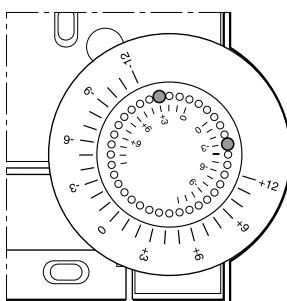

Abb. 6: Verstellbereich begrenzen
- ▶ Versetzen Sie die zwei kleinen Stifte in den Löchern des Stellrads, um den Verstellbereich zu begrenzen (siehe Abb. 6). Orientieren Sie sich dabei an der inneren Skala: Im Abb. 6, sind die Stifte so eingestellt, dass sich das Stellrad nur um $\pm 3^{\circ}\text{C}$ um den Nullpunkt verstehen lässt.